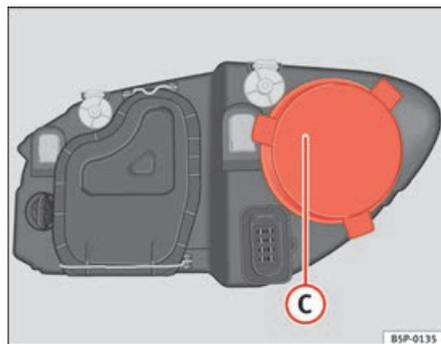

Fig. 190 Feux de route
- Retirez le cache ⇒ fig. 190 ① en tirant dessus.